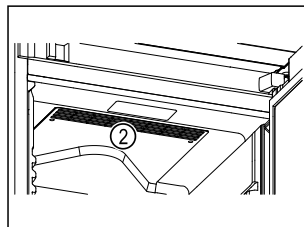

Fig. 67
- ❑ Ne pas obstruer les fentes d'aération Fig. 67 (2) du ventilateur de circulation d'air à l'intérieur de l'appareil.